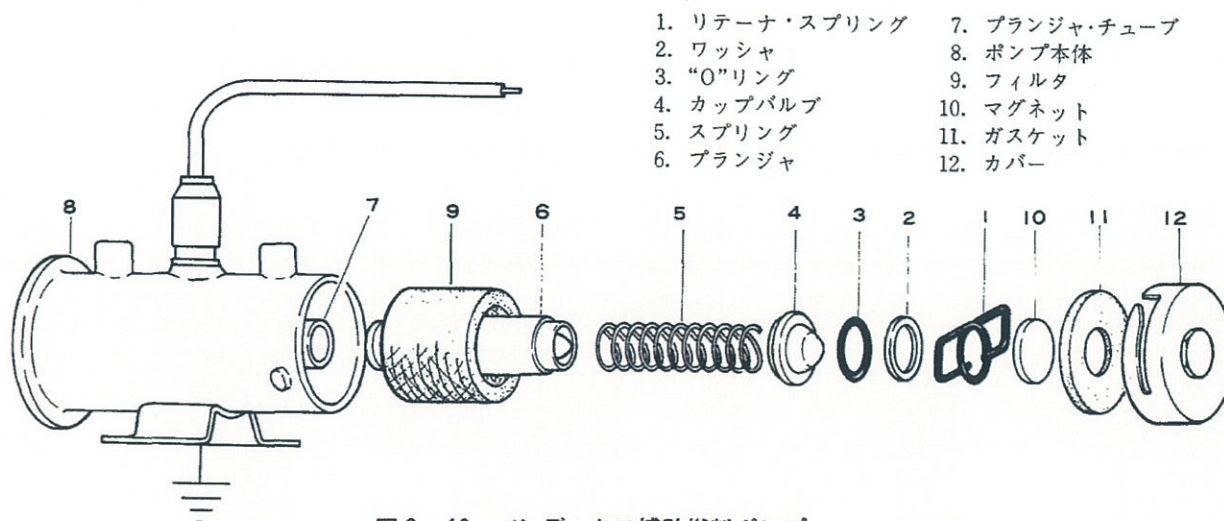

図 6-16 ベンデックス補助燃料ポンプ
6-10-5 ベンディックス補助燃料ポンプの組立 (図 6-16 参照)
- (1) プランジャ・アセンブリ (6) を緩衝端部を先にしてチューブ内に挿入する。チューブ内のプランジャをゆっくり上げ下げすることにより完全に組み込まれたか確認する。ひっかかりがなくスムーズに作動しなければならない。もしカチッと音が聞えない場合はインターラプター・アセンブリが完全な機能を果たさないでポンプを交換しなければならない。
- (2) 図 6-16 に示すようにプランジャ・スプリング、カップ・バルブ (4)、“O”リング・シール (3) およびワッシャ (2) を取り付ける。スプリング (5) を圧縮し、チューブ (7) の横孔にリテーナ (1) の端部を組み込む。“O”リングは新品と交換すること。
- (3) カバー (12) 端部にガスケット (11) とマグネット (10) を組み合せフィルタ (9) およびカバー・アセンブリを組み立てる。ポンプ・ハウジング (8) の部分を保持し手でカバーをまわす。5/8 インチを用い、カバーを底に確実に締め付ける。